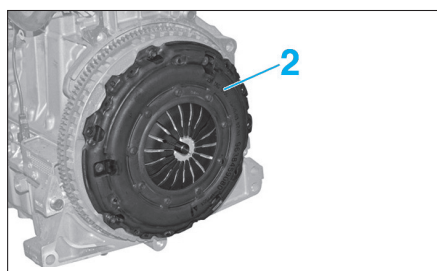

Fig. 4
- Reposer le mécanisme d'embrayage (2) (Fig.4).